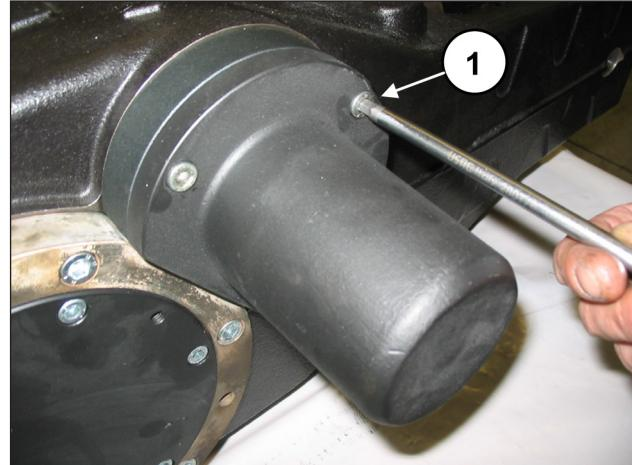

Рис. 8
Отвинтите крепежные винты с крышки хвостовика вала (поз. ①, Рис. 8) и снимите ее с вала ВОМ.